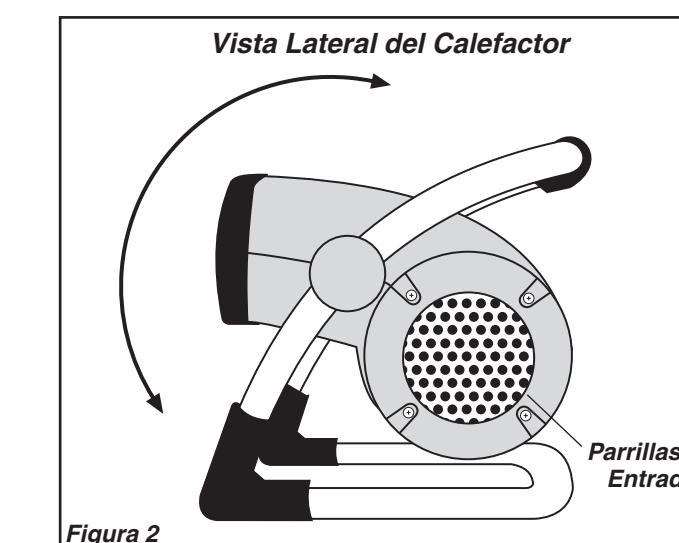

Figura 2
7. Mueva la **Perilla de Encendido** hasta la posición de calor deseada. El Calor Alto (1500 vatios) está representado por el (2) y el Calor Bajo (900 vatios) por el (1).
8. Sólo para hacer funcionar el ventilador, gire la perilla de encendido a (0).
9. Para ajustar el ángulo del flujo de aire del Calefactor, haga girar el cuerpo del Calefactor hacia delante o hacia atrás hasta la posición deseada. (**Figura 2**)
11. Para desconectar el Calefactor, gire la **Perilla de Encendido** hacia la posición de "APAGADO" (0), luego retire el enchufe del tomacorriente.